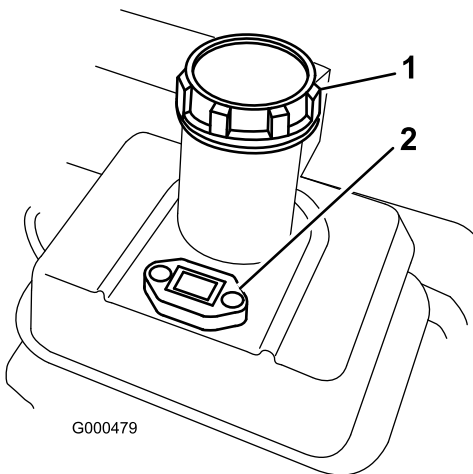

Figure 21
1. Nettoyez tout autour du bouchon du réservoir d'essence et retirez le bouchon (Figure 21). Faites le plein d'essence sans plomb sans dépasser la base de l'écran du filtre. Ne remplissez pas excessivement.